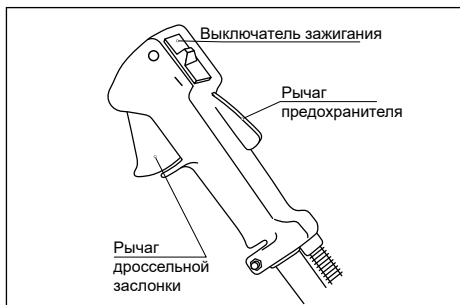

рис. 5
5. Переведите выключатель зажигания, расположенный на рукоятке управления, в положение ON/1 (рис. 5).
2. Включите зажигание выключателем, расположенным на управляющей рукоятке (рис. 5).